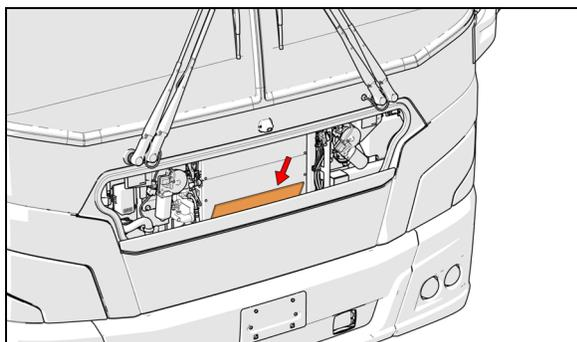

FIGURE 27: FILTRE À AIR FRAIS DE L'UNITÉ DE CVC DU CONDUCTEUR
2. Pour les véhicules équipés d'un troisième alternateur, la tension de la courroie est aussi appliquée grâce à un soufflet pneumatique (Figure 25). Tourner la soupape de commande à deux voies du tendeur de courroies dans le sens antihoraire pour libérer la pression du soufflet (Figure 27).
Pour les véhicules de la série H3 équipés d'un 3^e alternateur, (Figure 25) la tension de la courroie est aussi appliquée grâce à un soufflet pneumatique ajusté par un régulateur de pression d'air (Figure 27). La pression adéquate de 45 psi est réglée en usine. Vérifier périodiquement la pression du régulateur avec un manomètre, et la corriger au besoin.
La tension de la courroie est appliquée grâce à un soufflet pneumatique qui est ajusté par un régulateur de pression d'air (Figure 27). La